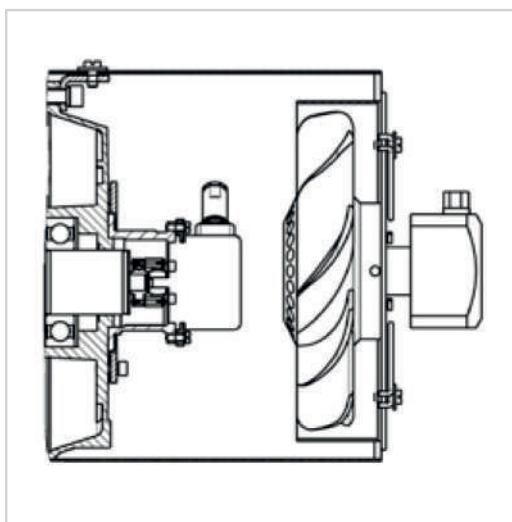

Рис. 5. Двигатели АДЧР112-355 «ДВ»
- с энкодером и принудительной вентиляцией – модификация «ДВ» (рис. 5 и 6);